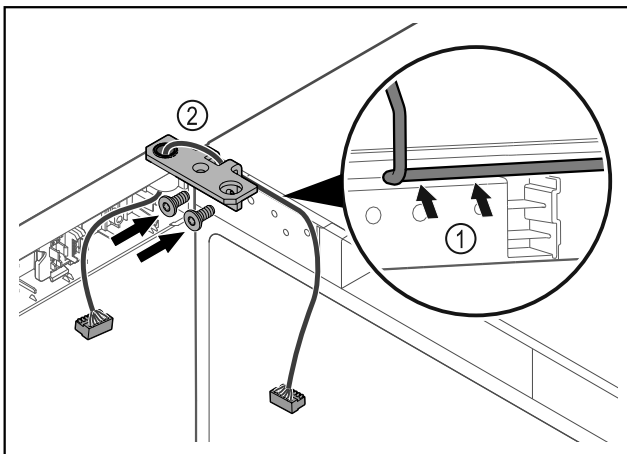

Fig. 58
- Prevlečte kábel cez vybranie uholníka závesu a opatrne ho položte Fig. 58 (1).
- Naskrutkujte uholník závesu Fig. 58 (2).